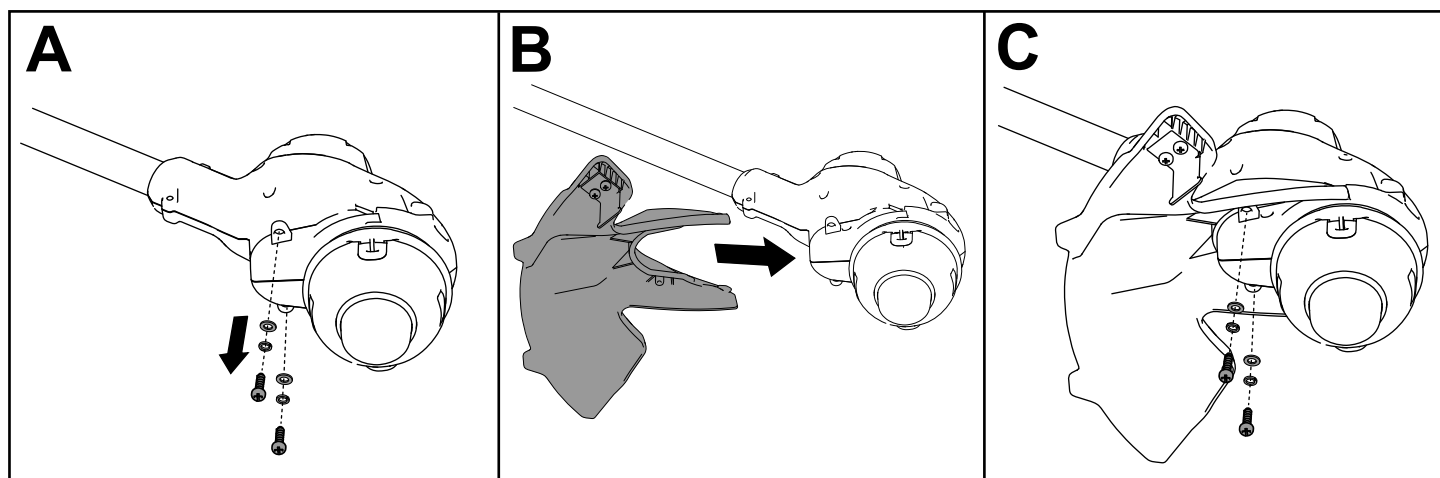

Figura 5
1. Retire los 2 tornillos allen, las 2 arandelas y los 2 espaciadores de la base de la desbrozadora (Figura 5, A).
2. Alinee el protector con la base de la desbrozadora (Figura 5, B).
3. Sujete el protector a la base de la desbrozadora con los 2 tornillos allen, las 2 arandelas y los 2 espaciadores que retiró anteriormente (Figura 5, C).